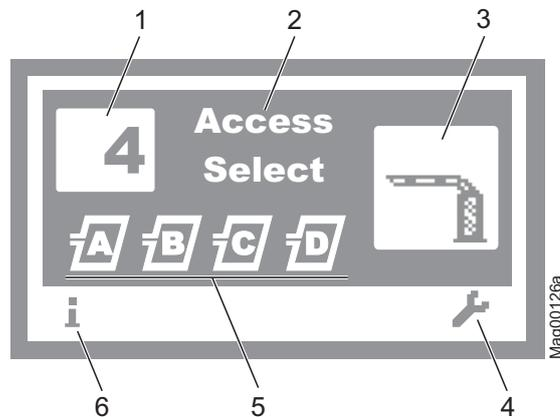

Abb. 15: Beispiel "Betriebsansicht"
1. Die Betriebsansicht wird angezeigt. → Siehe Seite 25, Abb. 15.